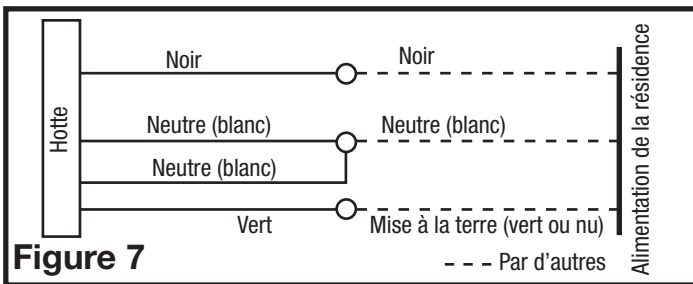

Figure 7
1. Connectez les deux câbles blancs lâches de la hotte au câble blanc de l'alimentation, et le câble noir lâche de la hotte au câble noir de l'alimentation. Branchez le fil de mise à la terre (vert ou dénudé) du bloc d'alimentation à la vis de mise à la terre verte de la hotte. Suivez les méthodes homologuées pour effectuer toutes les connexions (**Figure 7**).